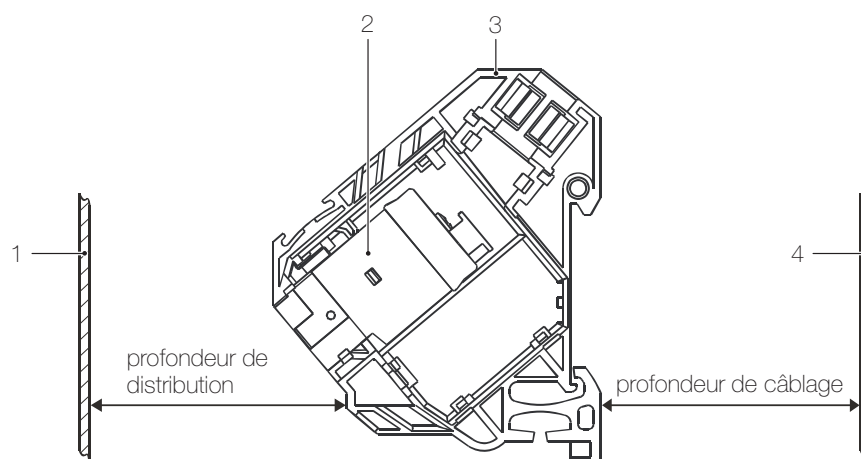

fig. 16 Définition profondeur de distribution et profondeur de câblage
- Profondeur de distribution minimale (fig. 16): 35 mm
- Profondeur de câblage (voir *fig. 16*): 30 mm
- Profondeur de distribution (voir *fig. 16*): 45 mm